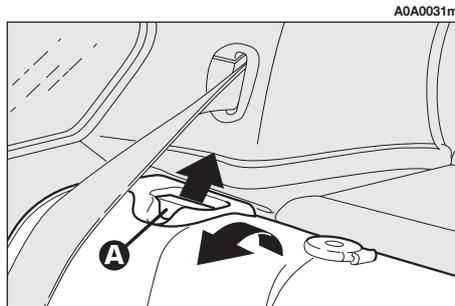
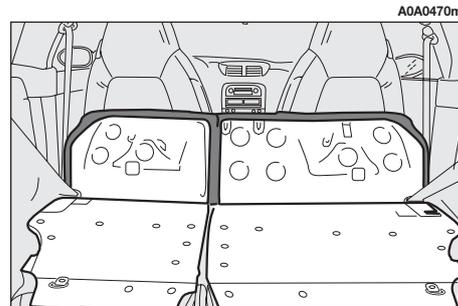

fig. 21
fig. 22
— trasversalmente tra gli schienali dei sedili anteriori ed i cuscini ribaltati dei sedili posteriori in occasione di vano bagagli totalmente ampliato (vedere **fig. 22**).
– sollevare le leve (**A-fig. 21**) di ritegno schienali e ribaltarli in avanti, in modo da ottenere un unico piano di carico (**fig. 22**).
– sollevare gli schienali spingendoli indietro fino a percepire lo scatto di bloccaggio di entrambi i meccanismi di aggancio, verificando visivamente la scomparsa della "banda rossa" presente sulla parte superiore delle leve (**A-fig. 21**). Tale "banda rossa" indica infatti il mancato aggancio dello schienale;